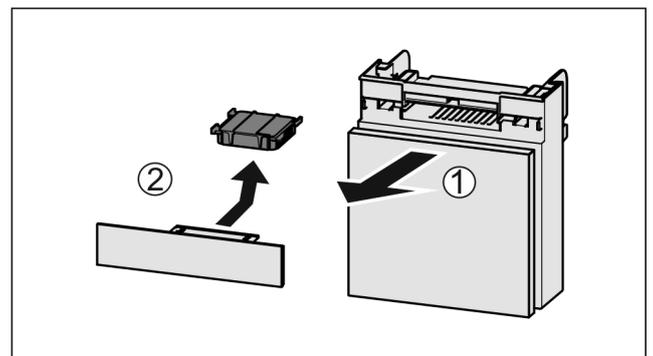

Fig. 56
- Estrarre il vano tirando in avanti Fig. 56 (1).
- Rimuovere il filtro a carboni attivi Fig. 56 (2).